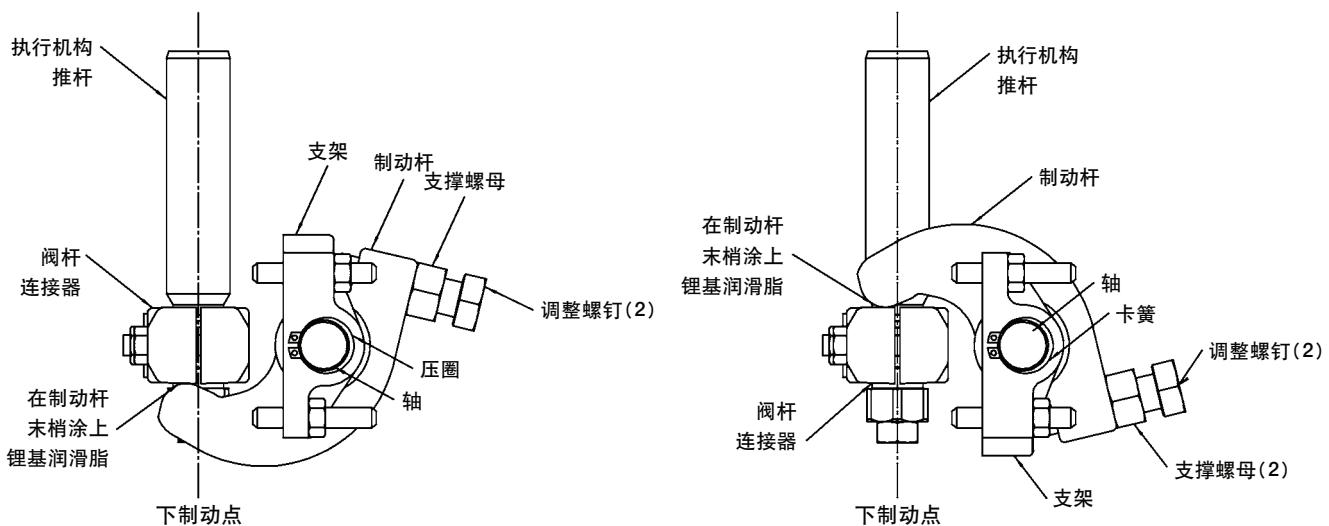

图25. GX 行程制动器定位
1. 注意制动杆在阀杆连接器下方的定位，如图 25 所示。安装前预先调整行程制动器，使得制动杆可以伸入阀杆连接器下方。
3. 为制动杆末梢（与阀杆连接器接触的部分）和两个调整螺钉涂上锂基润滑脂，如图 25 所示。
1. 注意制动杆在阀杆连接器上方的定位，如图 25 所示。安装前预先调整行程制动器，使得制动杆可以伸入阀杆连接器上方。